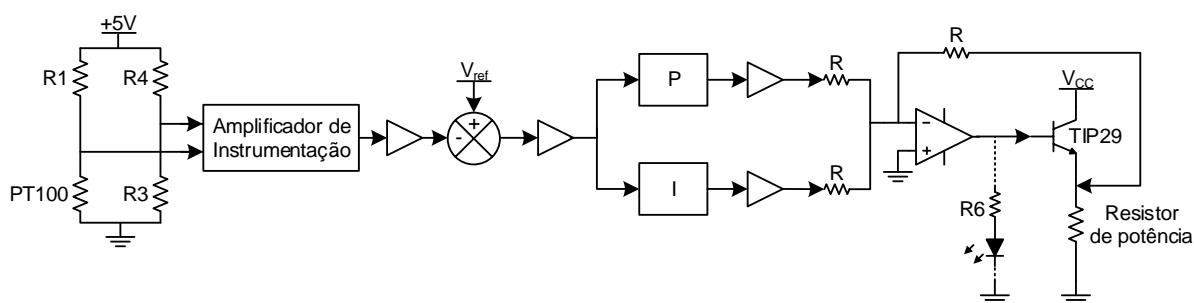

Figura 2 – Diagrama de blocos com detalhes.
- Inserir um LED conforme indicado na figura 2 para monitorar a ação de controle.